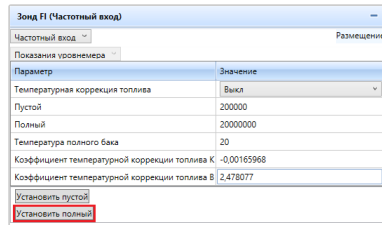

Рисунок 5
3. Установить заглушку для калибровки (рисунок 4). Заполнить измерительную часть топливом, выждать 30 секунд и кнопкой «Установить полный» (рисунок 5) зафиксировать верхний предел измерений.